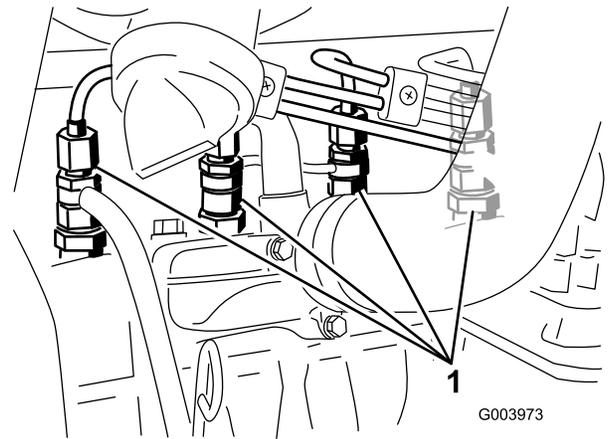

Figure 67
1. Desserrez le raccord entre l'injecteur n° 1 et le porte-injecteurs (Figure 67).